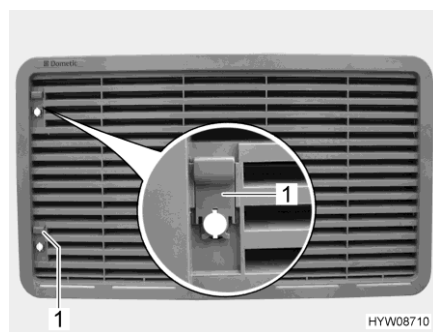

Fig. 119 Grille d'aération du réfrigérateur
- Pousser le curseur (Fig. 119,1) vers le haut.